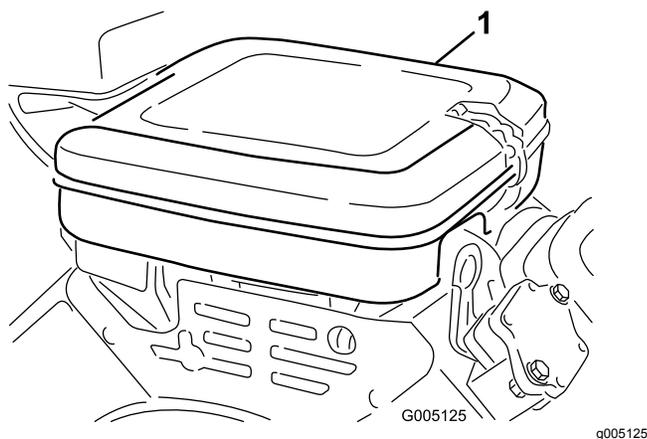

Рисунок 28
1. Очистите крышку воздухоочистителя (Рисунок 28).